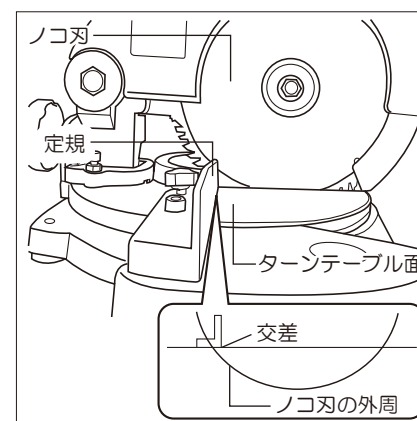

図21
- ④ノコ刃の外周が、定規とターンテーブルの上面の交差する位置より下がった位置にしてください。(図21参照)
- ⑤ゆるみ止めナットを締めて、下限位置調整ボルトがゆるまないようにしてください。
- ⑥安全カバー作動ステーを取り付けてください。(P.2参照)